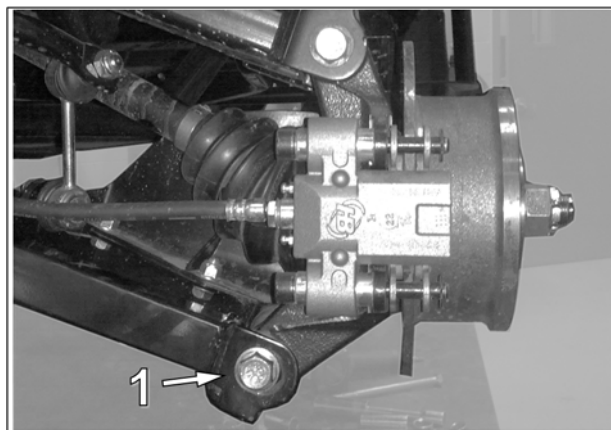

Fig. 3
- Retirer le boulon (1) qui fixe le bras de suspension inférieur au moyeu de roue. Fig. 3